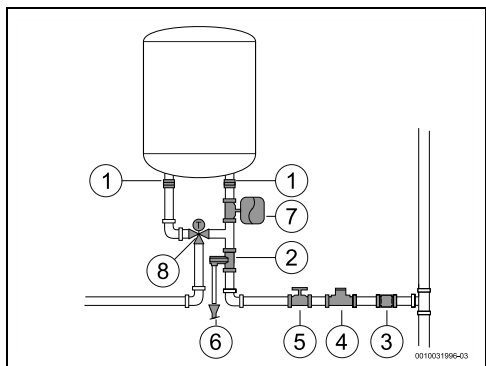

Fig. 10
- ▶ Se recomienda instalar una válvula termostática (fig. 10, [8]) en el tubo de descarga del aparato si se utilizan tubos PEX. Ajustarla para cumplir con el rendimiento del material usado.
- ▶ No instalar nunca accesorios (diferentes a los que se muestran en la fig. 10) entre la válvula de seguridad y la entrada de agua fría (lado derecho) del aparato.
- ▶ Instalar un reductor de presión (fig. 10, [4]). La válvula de seguridad se activará siempre que la presión de agua dentro del aparato se sitúe por encima de 8 bar ( $\pm 1$  bar), por lo que será necesario planificar una forma para vaciar esta agua.
- ▶ Instalar un vaso de expansión (fig. 10, [7]) para impedir que la válvula de seguridad se abra con tanta frecuencia. El volumen del vaso de expansión debería ser equivalente al 5 % del volumen del aparato.